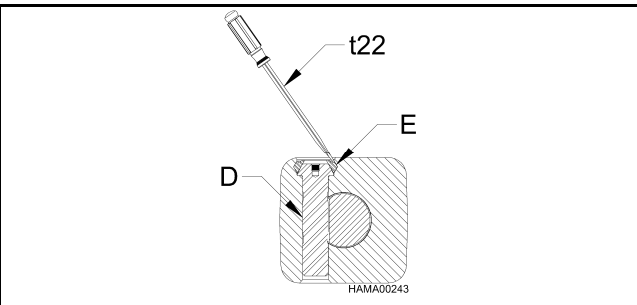

Figura 2
1. Retire el anillo del pasador de retención (E) utilizando unos alicates o un destornillador (t22) (vea las Figuras 1 y 2). Saldrá fácilmente si se tira en ángulo como se ilustra en la Figura 2.